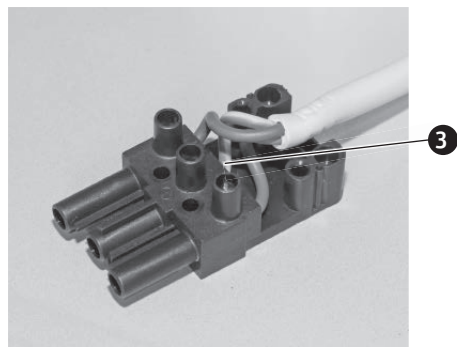

Fig. 169 Collegare nuovamente la presa al cavo
- ▶ Rimontare la presa sul cavo (messa a terra al centro! – Fig. 169) e montare la presa dietro il bocchettone di riempimento del serbatoio dell'acqua – Fig. 170.